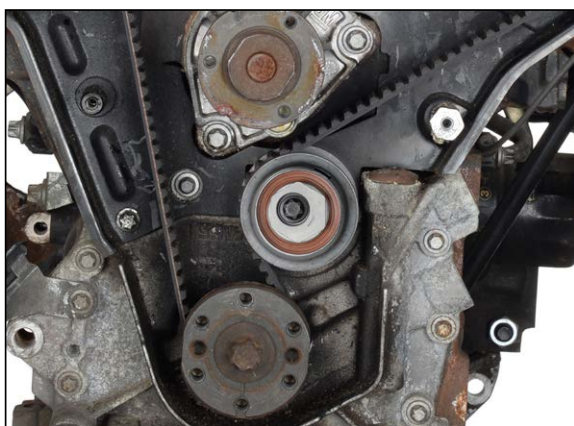

fig. 17
3. Ruotare in senso antiorario l'eccentrico del rullo tendicinghia inferiore con la chiave MKM-6038 o una pinza per pompa dell'acqua fino a quando l'indicatore dell'eccentrico si trova in posizione "ore 2" (fig. 17).